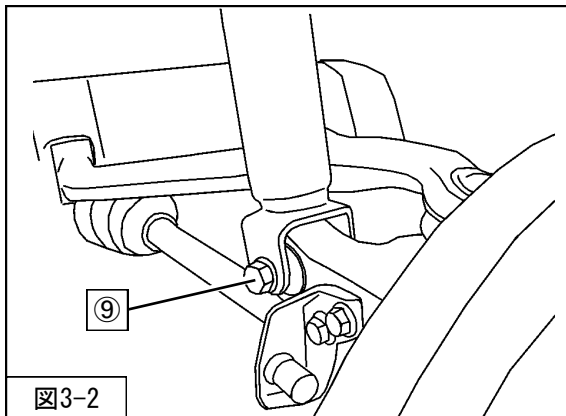

図3-2
5. ⑨リアサスペンションASSYロア取付ボルトを取外してください。(図3-2)